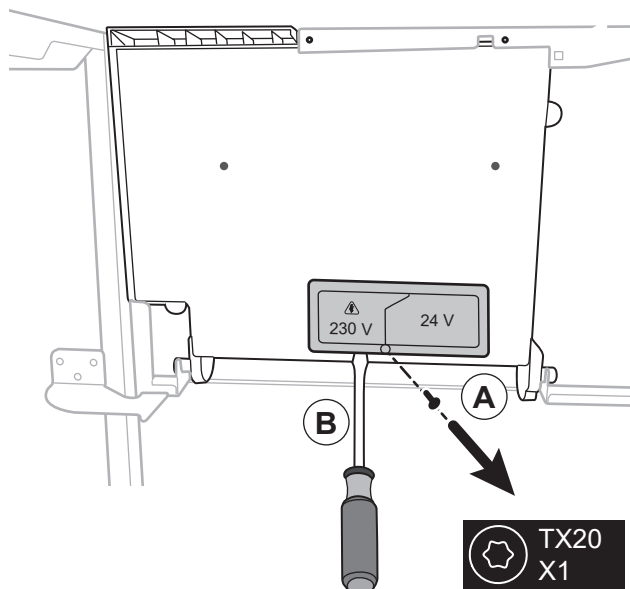

fig. 23 - Accès bornier Installateur
- Ouvrir la trappe (voir fig. 23).